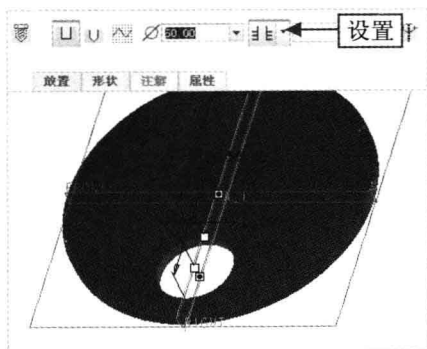

图 17-42 设置参数 2
Step 05 在“孔”选项卡的“输入钻孔的直径值”数值框中输入 50, 设置钻孔方式为“穿透”, 如图 17-42 所示。